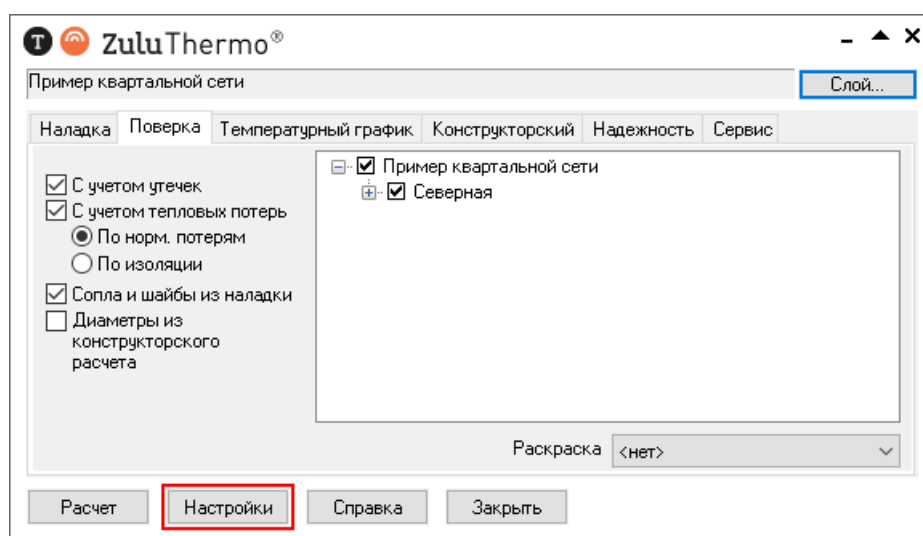

Рисунок 9.1. Панель теплогидравлических расчетов
1. Выполните команду главного меню Задачи|ZuluThermo, либо нажмите кнопку  панели инструментов. Откроется панель выполнения теплогидравлических расчетов (смотрите Рисунок 9.1, «Панель теплогидравлических расчетов»).